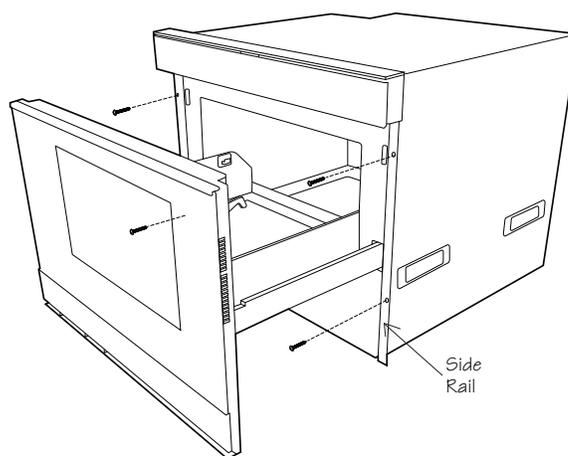

Figure 9
3. Glisser le tiroir four à micro-ondes et à convection complètement jusqu'à ce que la bride de montage soit à égalité avec la façade de l'armoire. Voir la Figure 9
4. Ouvrir le tiroir. En utilisant les 4 trous sur le four comme gabarit, pré-percer l'armoire avec une mèche de 1/16 po. Voir la Figure 9.